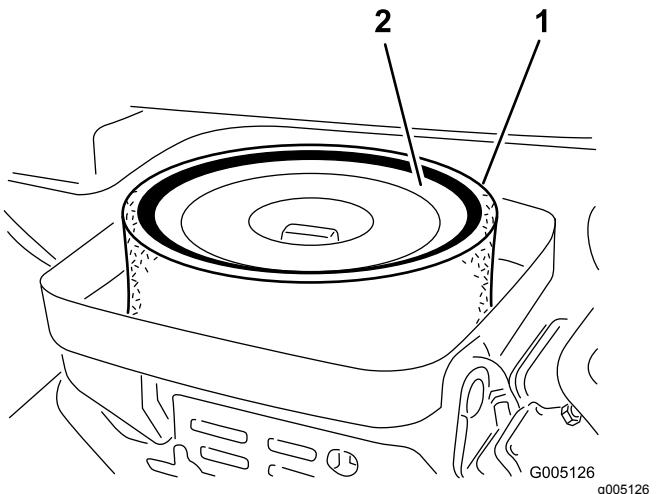

Figura 41
- Retire a porca que fixa os elementos de filtragem ao corpo do filtro de ar (Figura 41).
- Se o elemento de esponja se encontrar sujo, deverá retirá-lo do elemento de papel (Figura 41). Limpe-o cuidadosamente, da seguinte forma: